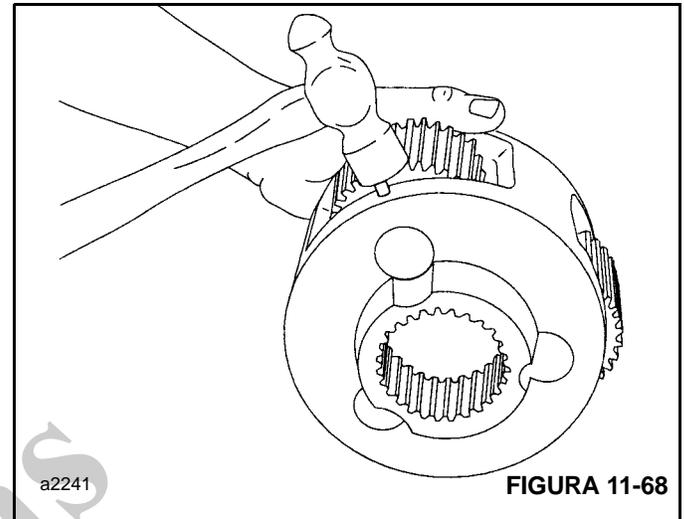

FIGURA 11-68
3. Alinhe cuidadosamente o furo do pino no transportador com o furo no eixo da engrenagem planetária (Figura 11-68) e force o pino elástico para dentro do local. Sempre use pinos elásticos NOVOS. Quando estiver adequadamente posicionado, 50% do pino elástico engatarão no eixo das engrenagens planetárias e 50% permanecerão no transportador planetário.